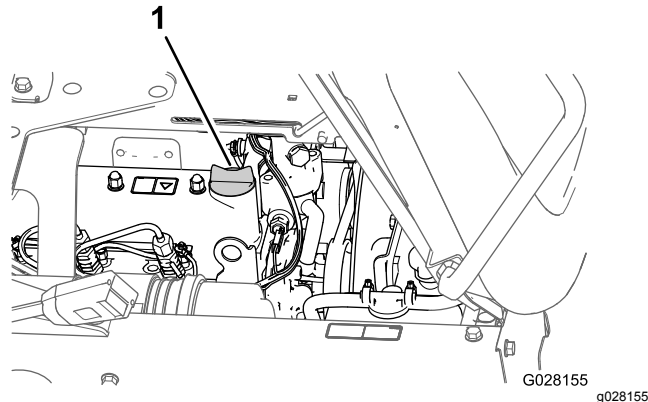

Figure 70
3. Si le niveau est trop bas, enlevez le bouchon de remplissage du couvre-culasse et versez la quantité d'huile nécessaire dans le goulot de remplissage pour faire monter le niveau jusqu'au repère maximum sur la jauge (Figure 70).